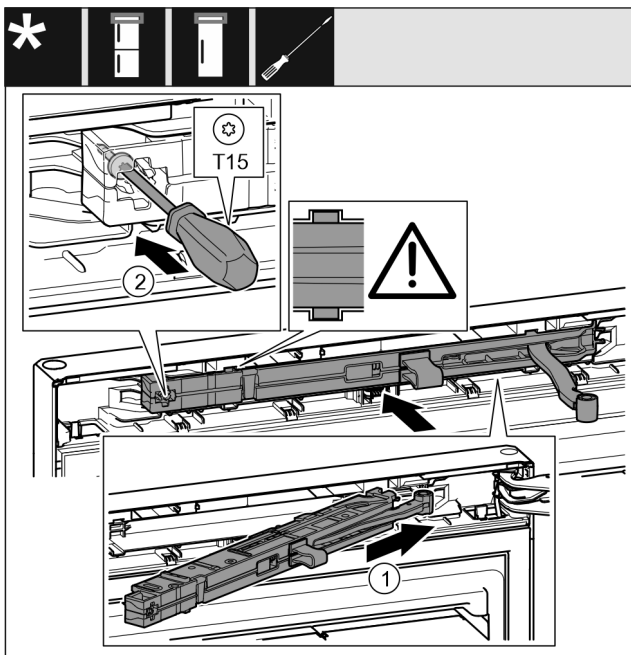

Fig. 20
- ▶ Vinkla in stängningsdämparenheten och skjut in den på lagerbockssidan vinklat i urtaget tills det tar stopp. *Fig. 20 (1)*
- ▶ Dra åt skruven med skruvmejsel T15. *Fig. 20 (2)*